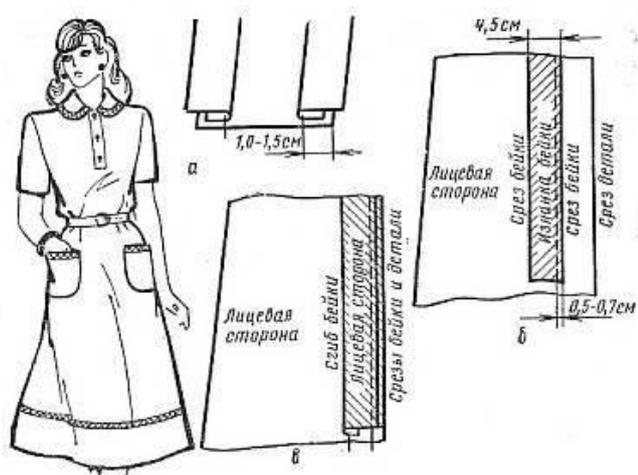

Рисунок 8 Обработка деталей втачными бейками
**Втачные бейки.** Бейку складывают с деталью лицевыми сторонами внутрь, приметывают и притачивают (Рисунок 8, а). Ширина шва 1 - 1,5 см. Шов отгибают в сторону основной детали. Если один срез одинарной бейки входит в шов соединения деталей, то обработку производят следующим образом. На основной детали с лицевой стороны намечают линию расположения бейки. Основная деталь может быть выкроена уже на ширину бейки в готовом виде (например, при обработке воротника). Бейку накладывают по намеченной линии на лицевую сторону детали лицевой стороной вниз (от намеченной линии в противоположную сторону расположения бейки в готовом виде), приметывают и притачивают. Ширина шва 0,5 - 0,7 см (Рисунок 8,б). Бейку отгибают в сторону среза, закрывая шов притачивания, заутюживают и настрачивают от сгиба бейки на ширину ее в готовом виде плюс 0,2 - 0,3 см (Рисунок 8, в). После этого две основные детали складывают лицевыми сторонами внутрь, уравнивают срезы и стачивают, при изготовлении по индивидуальным заказам детали предварительно сметывают. Ширина шва 1- 1,5 см. Строчка настрачивания среза бейки должна попасть в шов стачивания основных деталей.